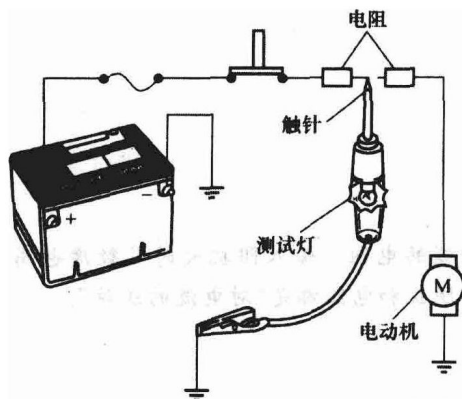

图 1-4 用于测电压的测试灯
(1) 使用测试灯测电压 测试灯为带有一对导线的 12 V 灯泡。其中一根导线接地后, 再将另一根导线同电路上任何一个应有电压的点连接。若灯泡亮, 说明被测试点上有电压(见图 1-4)。